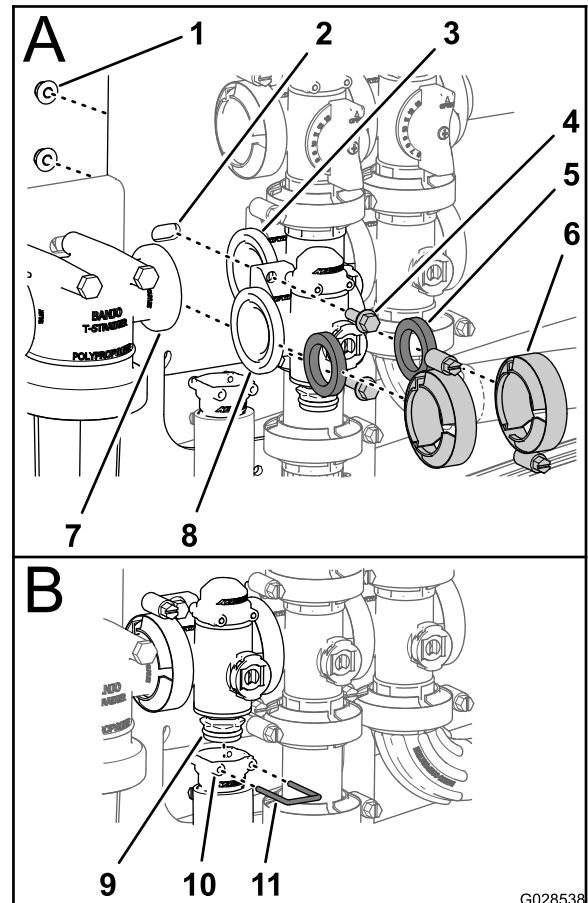

Figura 101
1. Alinhe uma junta entre as flanges do coletor da válvula de controlo de aplicação e a cabeça do filtro de pressão (A de Figura 101)
2. Monte o coletor da válvula de controlo de aplicação, junta e cabeça do filtro de pressão com uma braçadeira e aperte bem à mão (A de Figura 101).
3. Alinhe uma junta entre as flanges da válvula de controlo de aplicação e do coletor da válvula de controlo de aplicação (A de Figura 101).
4. Monte o coletor da válvula de controlo de aplicação, junta e válvula de agitação com uma braçadeira aperte bem à mão (A de Figura 101).
5. Monte a válvula de controlo de aplicação na montagem da válvula com dois parafusos de cabeça flangeada e duas porcas flangeadas (A de Figura 101) que removeu no passo 3 de Retirar a válvula do coletor do controlo de aplicação \(página 71\) e aperte a porca e parafuso com 10,17 a 12,43 N·m.
6. Monte a união de saída na união do tampão inferior da válvula do coletor ( B de Figura 101).
7. Prenda o encaixe do tampão ao encaixe de saída ao inserir uma fixação na entrada do encaixe de saída (B de Figura 101).